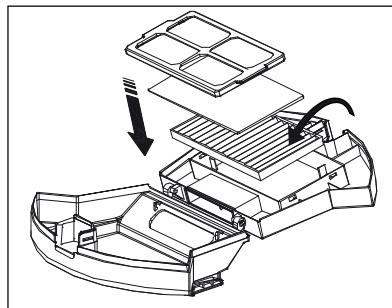

Fig. 13
8) Vuelva a colocar el filtro EPA 7 y el filtro de gomaespuma en el compartimento y fije el filtro en el compartimento. Cierre el depósito de polvo 14 (consulte la fig. 13).